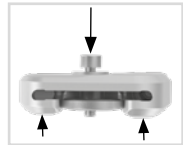

Fig. 5
- 2 Legg underlagsskiven på dekkplaten og skru presskruen inn i gjengene på den første skruen (S1). Presskruen må ikke skrues helt inn (fig. 5).
- 3 Skyv den øvre delen av leddet og dekkplaten fra hverandre ved å bruke kraft som vist (se pilene på fig. 5). Dette kan gjøres ved hjelp av en skrustikke eller med kontrollerte slag, f.eks. med en myk hammer.